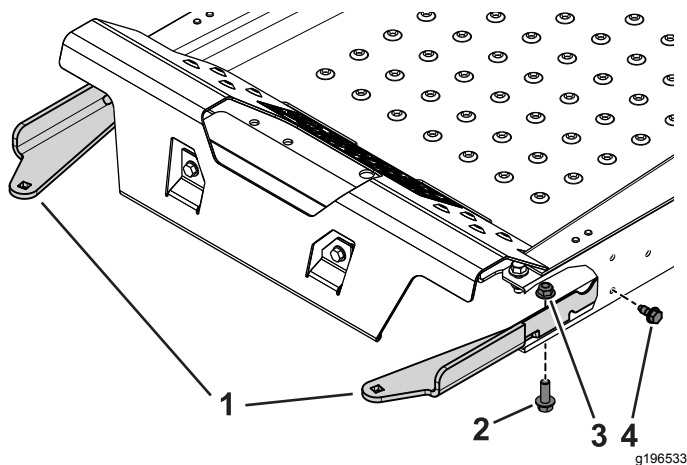

Figura 3
2. Utilice los 2 pernos autorroscantes (5/16" x ¾"), 2 pernos (3/8 x 1¼") y tuercas con arandela prensada (3/8") para sujetar los soportes izquierdo y derecho de la bandeja de pesos a la máquina (Figura 3).